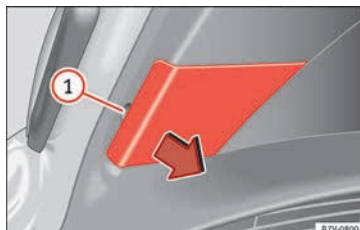

Fig. 112 En el portón trasero: quitar la cubierta.
2. Extraiga la cubierta cuidadosamente haciendo palanca con la parte plana del destornillador de las herramientas de a bordo (» **fig. 101**) por el rebaje » **fig. 112 ①**.